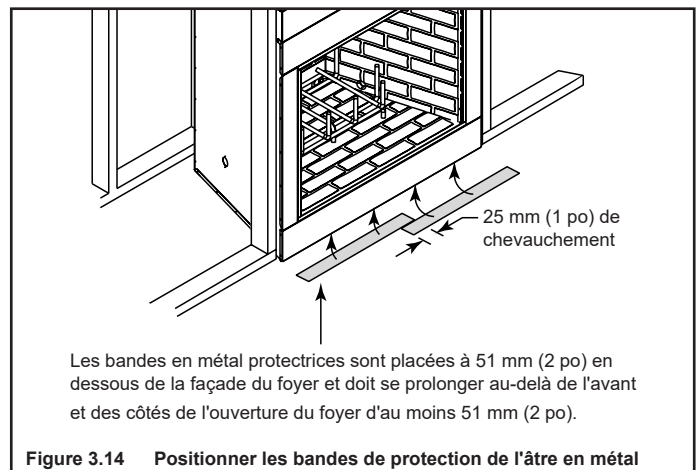

Figure 3.14 Positionner les bandes de protection de l'âtre en métal
- Les bandes en métal doivent se prolonger au-delà des côtés avant et latéraux, de l'ouverture du foyer, d'au moins 51 mm (2 po), figure 3.14).